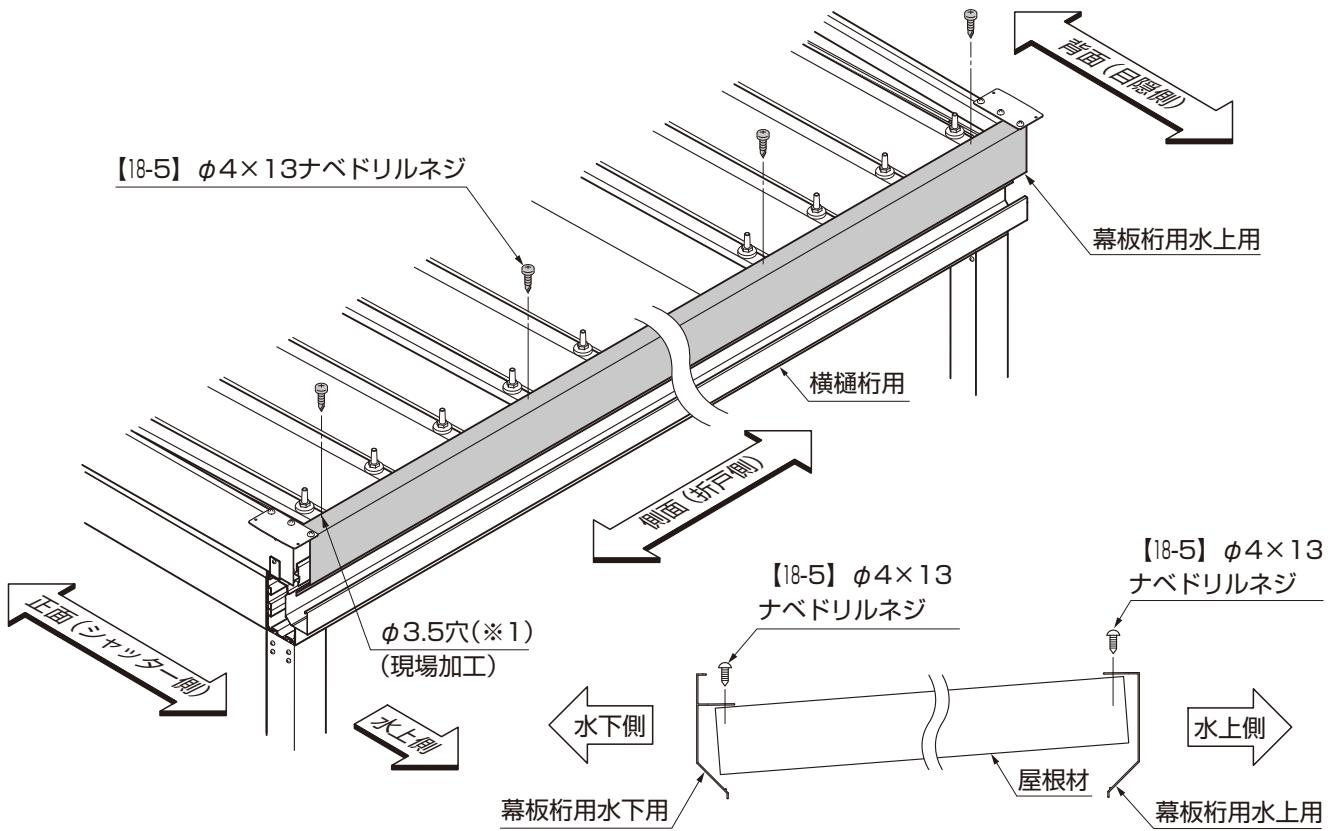

図17-4 幕板桁用の取付け
- 幕板桁用水上用・幕板水下用の取付け位置を確認してください。(図17-4参照)
- 幕板桁用水上用と幕板桁用水上用で取付高さが異なります。(図17-4参照)
- ⑤折板の山に合わせて、幕板桁用と折板屋根材にΦ3.5(※1)の穴加工をして貫通させてください。
- ⑥幕板と折板を【18-5】で取付けてください。